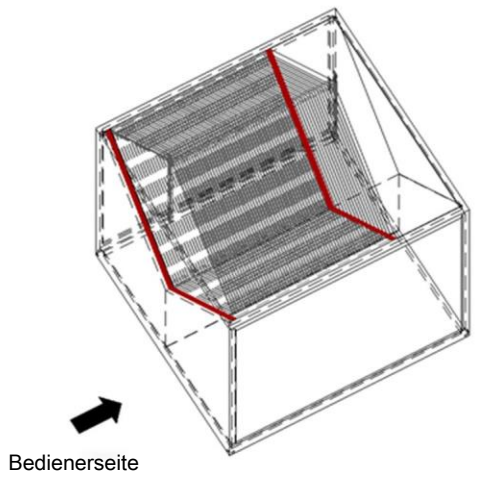

Bild 8 Aufstellung des Rekuperators
- Den Rekuperator auf die vorbereitete Dichtungen aufstellen, siehe Bild 8